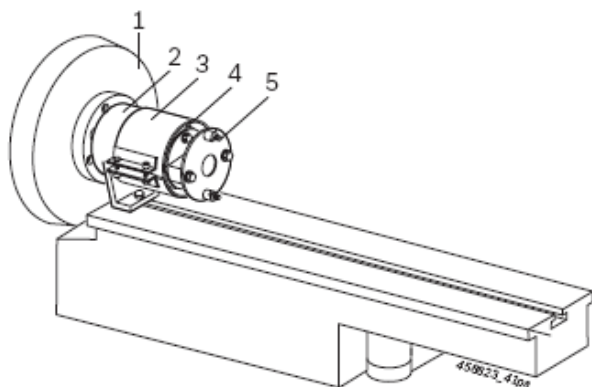

Рис. 32. Подготовка стенда для проверки топливных насосов высокого давления (EPS):
1. Установите проставку 1 685 700 140 (рис. 32, поз. 4) и приводную муфту 1 686 401 024 (поз. 5) на маховик стенда для проверки топливных насосов высокого давления (EPS).